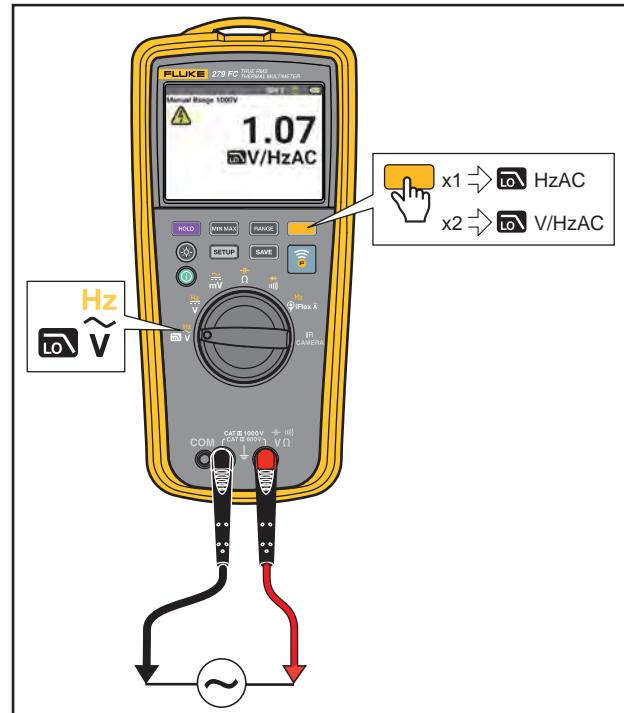

Рисунок 6. Соотношение вольт/герц
- Соотношение вольт/герц. См. Рисунок 6.
Мультиметр может показывать отношение напряжения к частоте сигнала переменного тока. См. Рисунок 6.